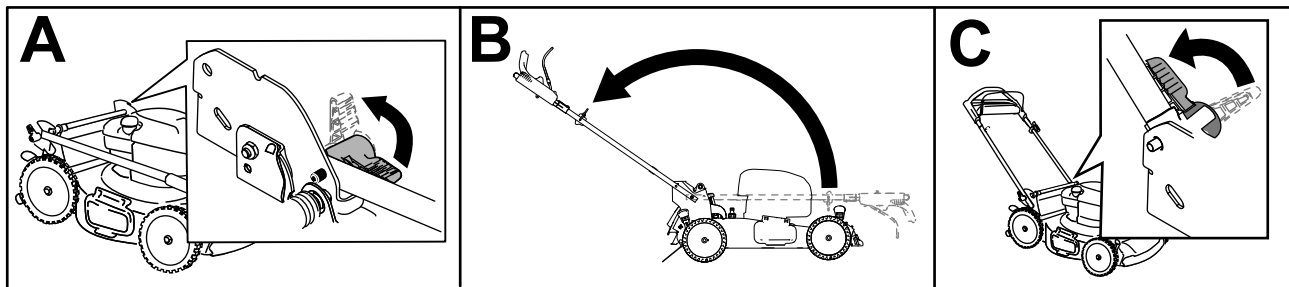

Figura 3
1. Destrave a alça (A de Figura 3).
2. Mova a alça para trás para a posição de operação (B de Figura 3).
4. Engate a trava da alça até que o pino se encaixe no lugar para travar a alça na posição de operação (C de Figura 3).